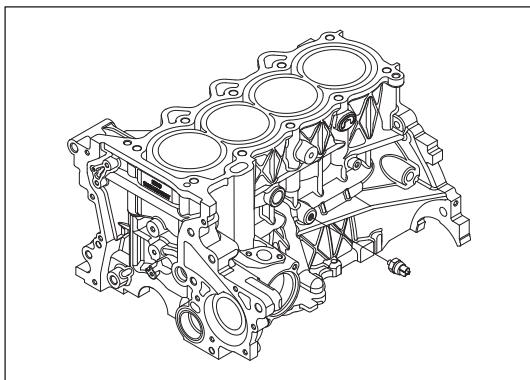

Рис. 11-2-3. Разборка и сборка датчика давления масла
(3) Проверить давление масла
- a) Снять датчик давления масла, как изображено на рис. 11-2-3.
- f) Установить манометр на верхнюю часть блока цилиндров, как изображено на рис. 11-2-3.